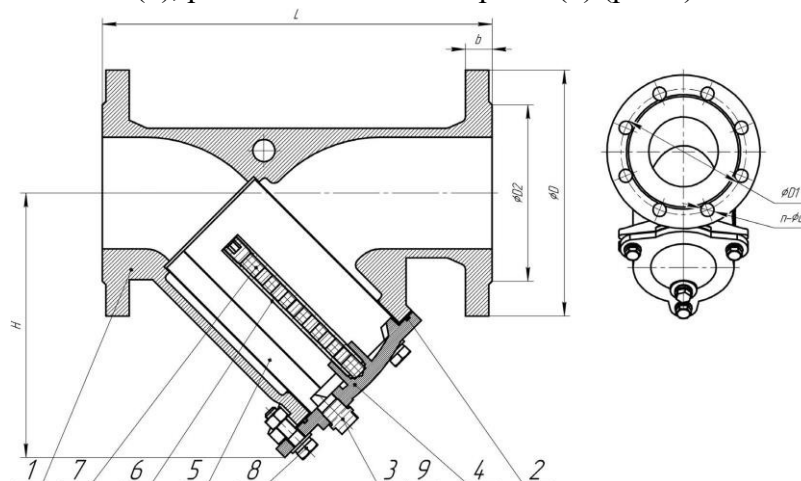

Рис. 1.
1.2.6. Основные размеры и характеристики фильтра приведены на рис.1 и в табл.2.
1.3.1. Основные элементы конструкции фильтра приведены в табл.1, на рис.1.
1.3.2. Принцип действия фильтра основан на улавливании механических примесей внутренней поверхностью фильтрующего элемента сетки (5) с осаждением этих примесей на дне осадочной камеры корпуса (1) с крышкой (4) и ферромагнитных включений наружной поверхностью магнитов (7), расположенных в стержне (6) (рис.1).